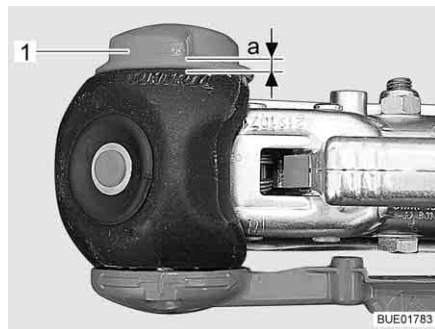

Fig. 197 Controllo usura
- Ruotare completamente la manovella (Fig. 197,1) finché non si sente la limitazione delle coppia grattare in modo percepibile. Direzione di rotazione: in senso orario.
- Distanza $a > 0$ (Fig. 197): Usura all'interno del settore ammesso.